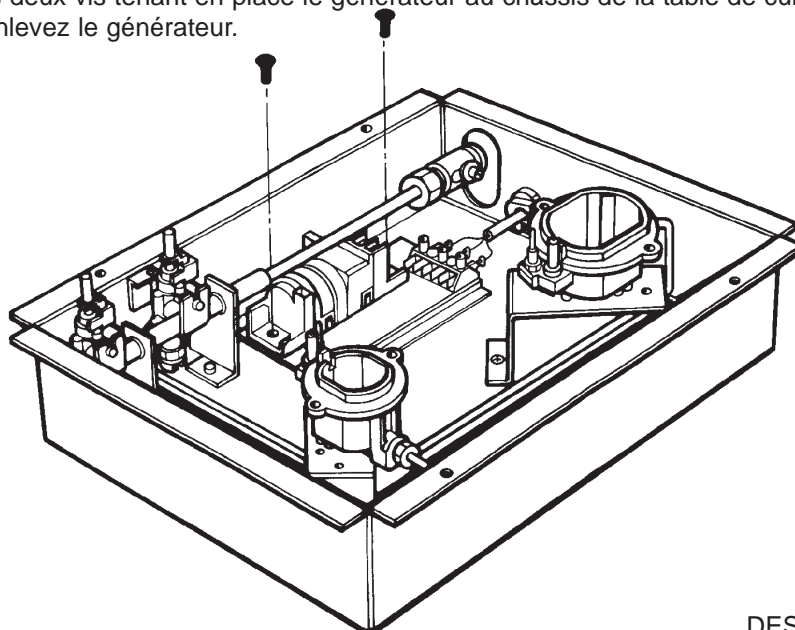

Fig. 5
4. Enlevez les deux vis tenant en place le générateur au châssis de la table de cuisson (Voir Fig. 5) et enlevez le générateur.